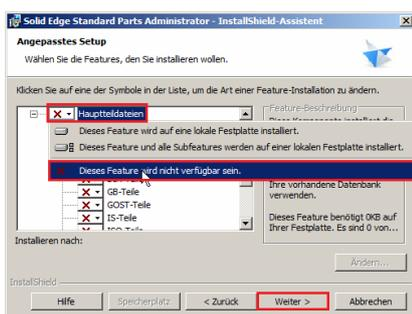

Abbildung 13
- 3.3. Wählen Sie die Installation der Hauptteile ab und fahren Sie mit einem Klick auf *Weiter* fort (*Abb. 13*).